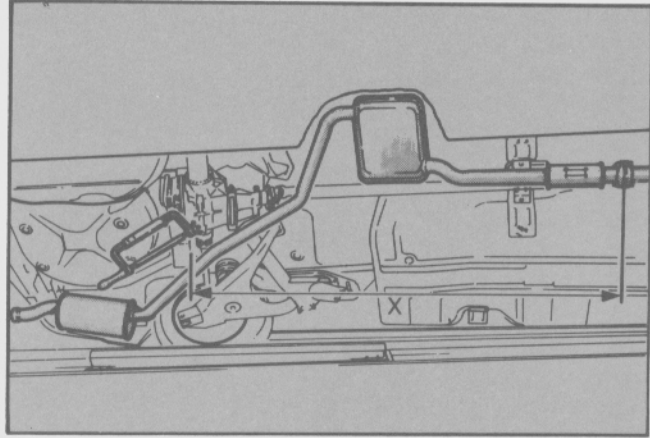

Fig. 8. Zonas de corte. Dimensión x = 1.635 mm; y = 2.117 mm.
- Levantar el vehículo, marcar la línea de corte en el tubo (Fig. 8) y cortarlo con una sierra. Desenganchar el aislador de goma y retirar el conjunto del silenciador trasero.